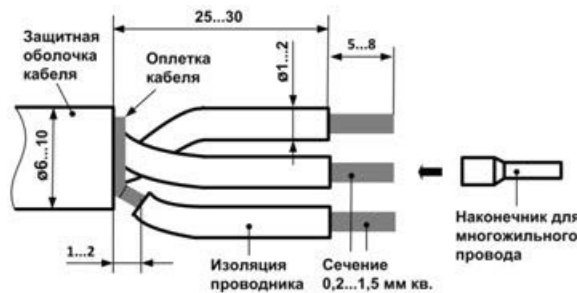

Рисунок 2 – Подготовка проводов кабеля к монтажу
3.3 Чтобы снизить влияние электромагнитных помех на сигнальную линию для монтажа сигнальных цепей рекомендуется применять экранированные кабели с витыми парами – сечение жил от 0,2 до 1,5 мм². Перед подключением концы проводов кабеля следует тщательно зачистить и залудить или использовать обжимаемые монтажные наконечники, рисунок 2.